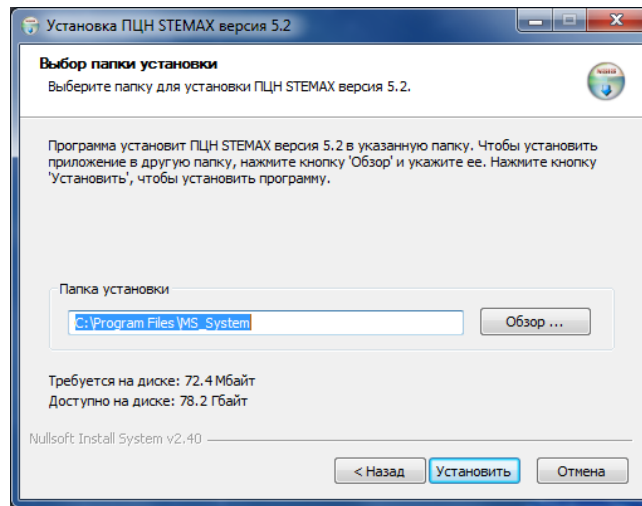

Рис. 5.25. Выбор папки для установки ПО STEMАХ
3. В окне *Выбор папки установки* укажите папку, в которую будет установлено ПО STEMAX (по умолчанию C:\Program Files\MS\_System), и нажмите кнопку *Установить* (Рис. 5.25).